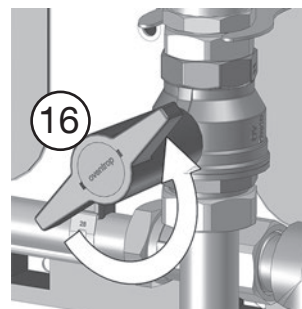

Abb. 5.9: Absperrkugelhahn VL Speicherkreis öffnen
13. **Absperrkugelhahn 16 öffnen**. Heizwasser strömt in die Station (Abb. 5.9).